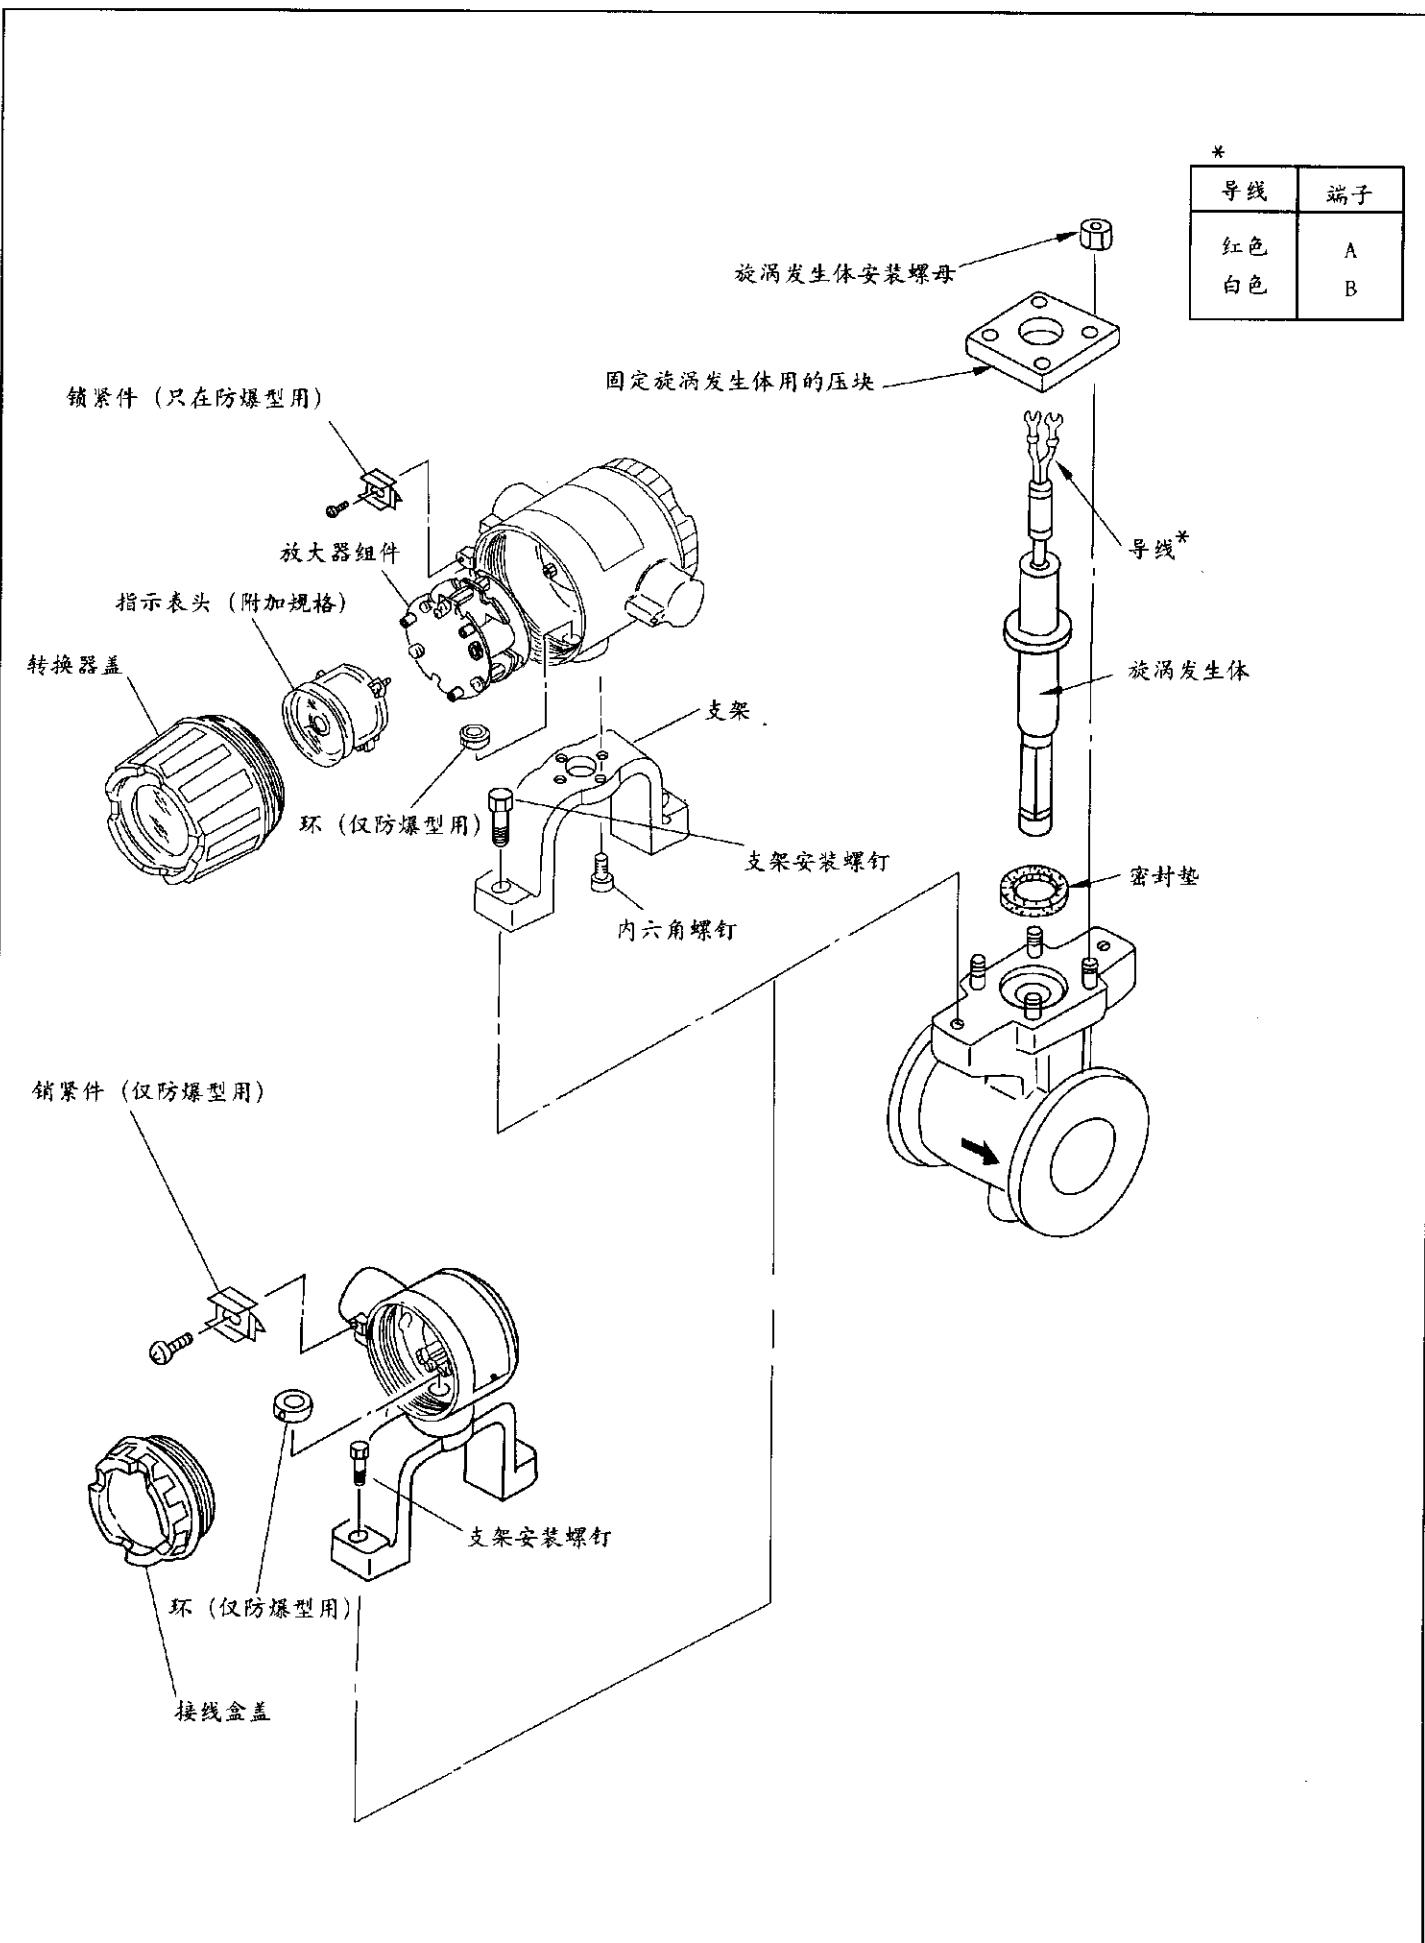
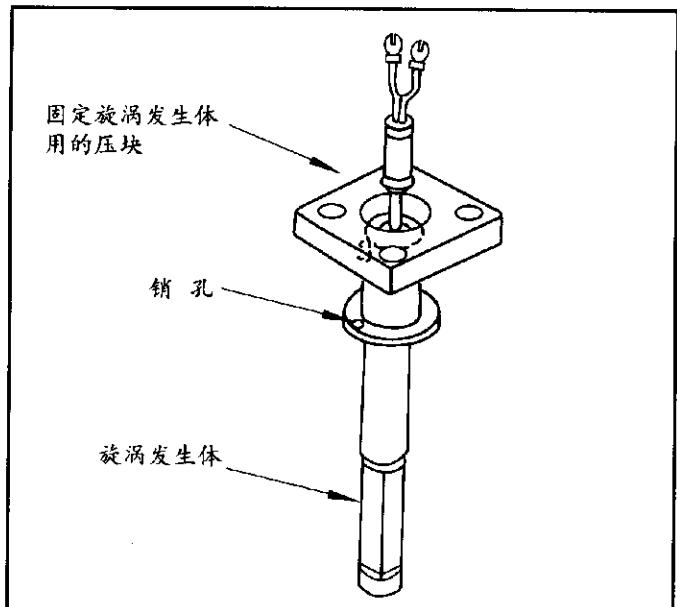

图 8-9 旋涡流量计分解图
图8-10 旋涡发生体组件的位置决定
- (1) 旋下接线盒盖（参看图8-9）。
- (2) 松开2只装接旋涡发生体导线的螺钉、并摘下导线。
- (3) 松开支架紧固螺钉，把接线盒和支架一起取下来，取下时注意勿损伤旋涡发生体组件的导线。
- (4) 松开固定旋涡发生体组件的4只螺母，取下旋涡发生体组件。
- (5) 重新装配时，按上述步骤逆顺序进行。同时请注意下列各点：
- b. 固定旋涡发生体用的压块上的定位销和旋涡发生体上的定位销孔要对好（参看图8-10）。